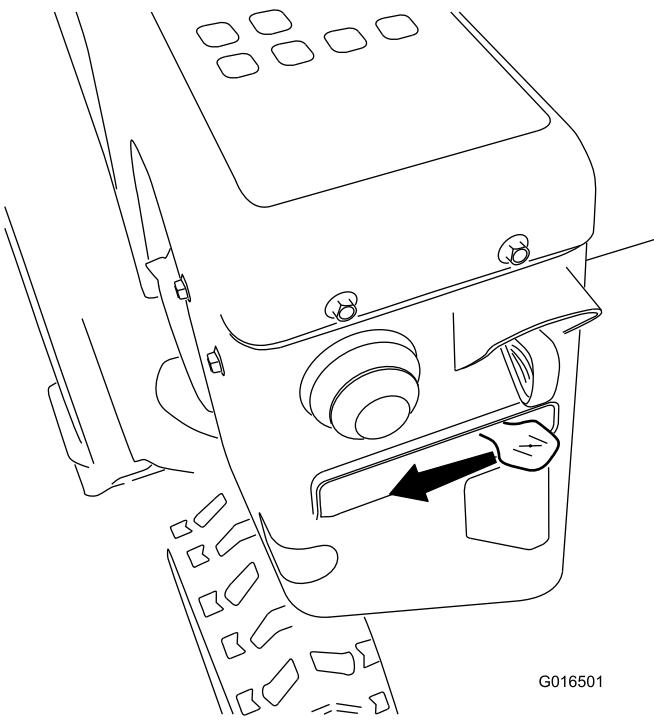

Figure 29
5. Amenez la commande de starter en position Starter (Figure 29).